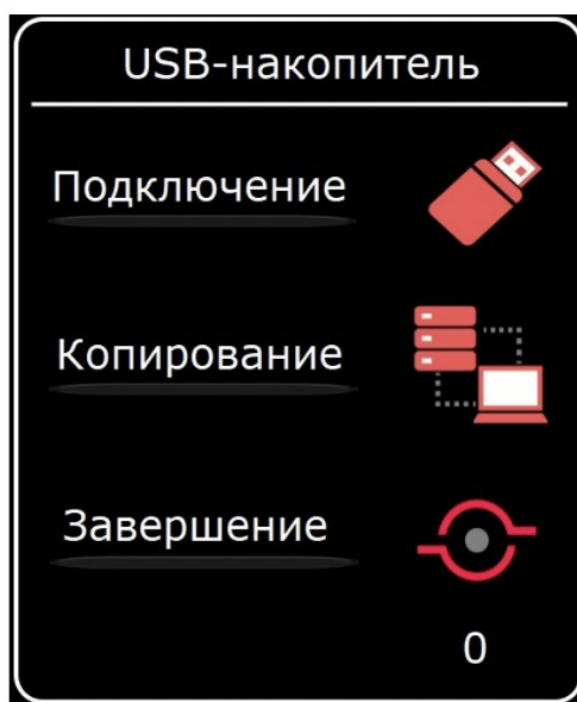

Рисунок 8
- б) вставить USB-накопитель в кабине оператора в кабельный удлиннитель USB, расположенный рядом с панелью оператора HMI. На экране панели оператора отобразится окно «USB-накопитель» (рис. 8).